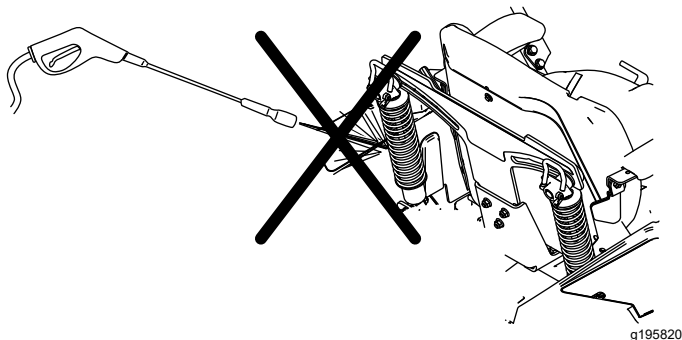

Рисунок 80
**Примечание:** Не очищайте узлы амортизаторов струей воды под давлением (Рисунок 80).